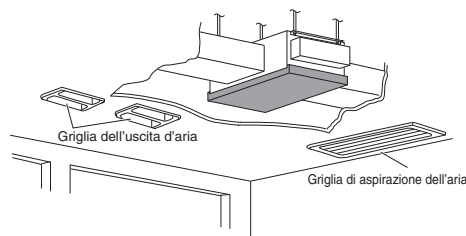

Fig. 3-7
- Collegare tutti gli spazi vuoti presso i fori del tubo nell'unità con isolante o una sostanza simile per prevenire le perdite dell'aria. (Fig. 3-7)